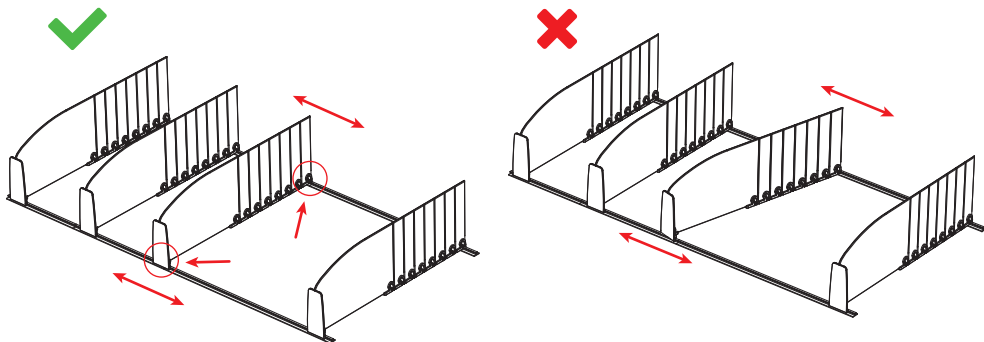

Рис. 4
2.1. В случаях, когда требуется поменять делитель или изменить планограмму выкладки товара, возникает необходимость перемещения делителя без съема вдоль направляющих профилей. Для этого следует, придерживая делитель пальцами обеих рук спереди и сзади как можно ближе к задействованным фиксаторам, переместить его вдоль направляющих профилей, избегая изгибов и иных деформаций (см. рис. 4).